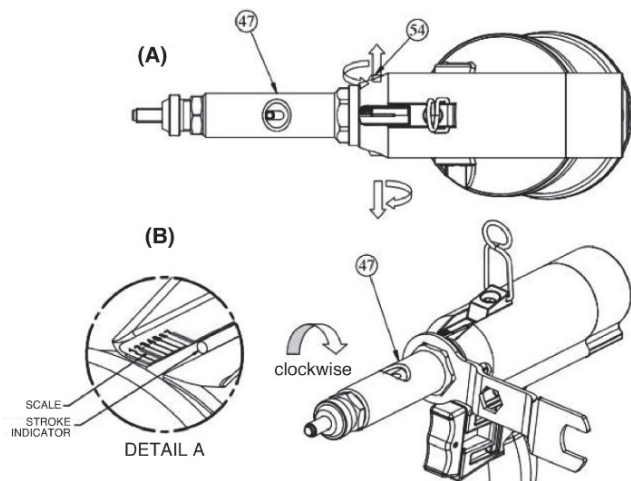

Fig. 2
- Tourner le fourreau (47 Figure 2-A et 2-B) pour obtenir la course souhaitée. La course diminue si le fourreau est tourné dans le sens horaire et vice-versa ;
- Régler le fourreau en suivant l'échelle graduée représentée dans le Détail A de la Figure 2. Chaque tour correspond à un réglage égal à 1,5 mm ;
- Visser les deux vis hexagonales (54) du fourreau (47).